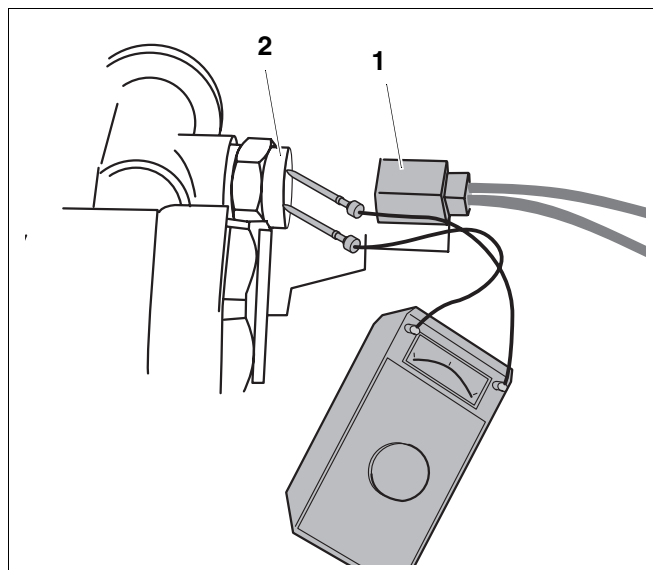

Fig. 29 Vérifier la sonde pour eau chaude sanitaire
- Débrancher le raccordement à fiche (fig. 29, pos. 1) menant à la sonde (fig. 29, pos. 2).